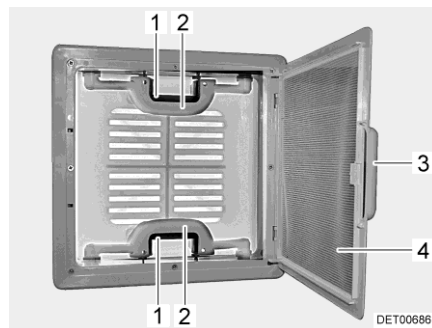

Bild 48 Taklucka med snäplås
- Drag i handtaget (Bild 48,3).
- Fäll ned insektsskyddet (Bild 48,4).
- Tryck snäplåset (Bild 48,1) mot takluckans insida. Tryck samtidigt takluckan uppåt med handtaget (Bild 48,2).
- Fäll upp insektsskyddet (Bild 48,4) så att det hakar i.
- Drag kraftigt ner takluckan med hjälp av båda handtagen (Bild 48,2) så långt, att snäplåsen (Bild 48,1) går i lås.